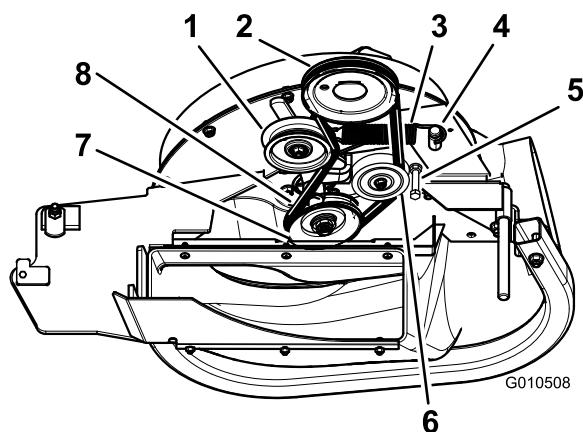

Figura 13
2. Sur les tondeuses de 122 et 132 cm (48 et 52 po), desserrez le guide-courroie (Figura 13).
3. Chaussez la courroie sur la poulie de ventilateur et la poulie de tension fixe (Figura 13).